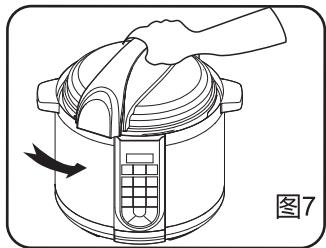
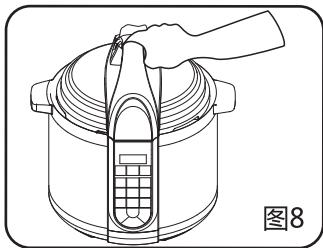

图7
图8
(1) 检验密封圈是否已放入内盖上；
(2) 用手左右旋转一下密封圈，使它自由均匀放置在煲盖上；
(3) 手握煲盖手柄，平放至限位边，然后逆时针旋转煲盖至扣合位置，并听到扣合声。(见图7, 图8)